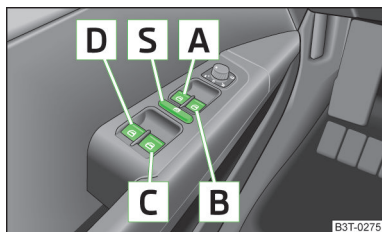

Fig. 25
- Si se transportan niños en los asientos traseros, se recomienda poner fuera de funcionamiento los elevalunas eléctricos de las puertas traseras (conmutador de seguridad) **S** » fig. 25 de la página 50.
Teclas de los elevalunas » fig. 25.
Se pueden poner fuera de servicio las teclas de los elevalunas de las puertas posteriores pulsando el conmutador de seguridad S » fig. 25. Se ponen de nuevo en funcionamiento las teclas de los elevalunas de las puertas traseras pulsando de nuevo el conmutador de seguridad S.
➤ Mantener la tecla **[A]**¹⁾ en la posición de apertura » fig. 25 de la página 50.
- Mantener la tecla **[A]**¹⁾ en la posición de cierre » fig. 25 de la página 50.